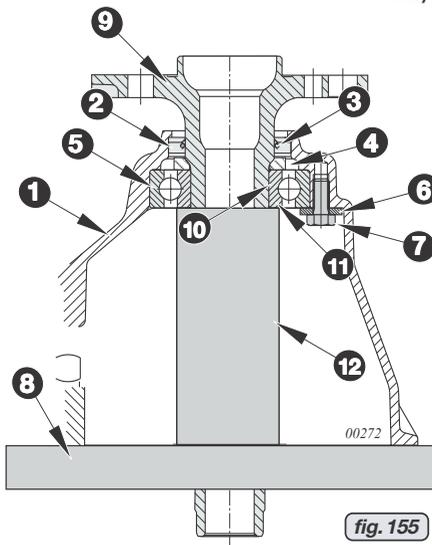

fig. 155
14.4.13) Ensamblado de la reductora Ver fig. 155, 156 y 157.